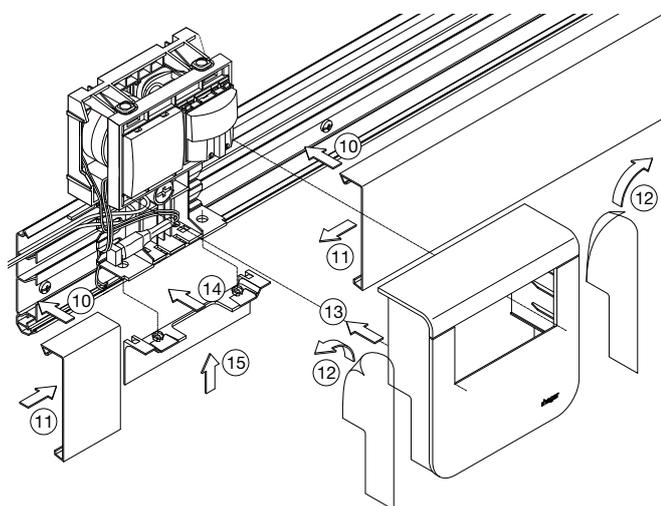

Figure 9
5. Mettre en place le couvercle de canal (fig. 9)